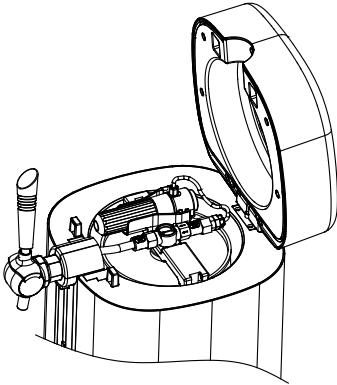
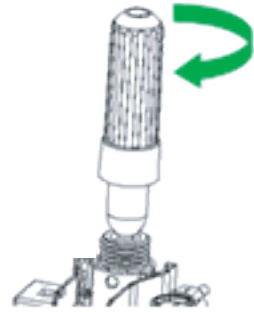

Abbildung 14
Abbildung 16
4. Drehen Sie die Druckentlastungsventil von der Innenseite der oberen Kappe in einem geeigneten Winkel nach außen, wobei der maximale Winkel 90 Grad nicht überschreiten sollte (wie in Abbildung 14 dargestellt). Schrauben Sie dann die Zylinderhülse ab, stecken Sie einen 16g-CO₂-Zylinder (3 CO₂-Zylinder beigelegt) in die Zylinderhülse (wie in Abbildung 16 dargestellt) und ziehen Sie dann die Zylinderhülse vorsichtig und schnell (im Uhrzeigersinn) an (wie in Abbildung 16 dargestellt), bis Sie ein "Klicken" hören, das anzeigt, dass die Zylinderdichtung durchstoßen wurde und das CO₂-Gas frei fließen kann. Drehen Sie dann den Druckminderer nach oben und rasten Sie ihn in die obere Abdeckung ein. Wenn Sie die Flasche austauschen müssen, gehen Sie in umgekehrter Reihenfolge vor (stellen Sie sicher, dass das Gas entweicht, bevor Sie die Flasche austauschen).